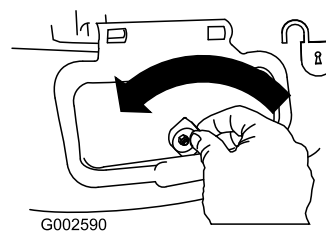

Figura 30
1. Desbloquee la puerta de descarga lateral (Figura 30).